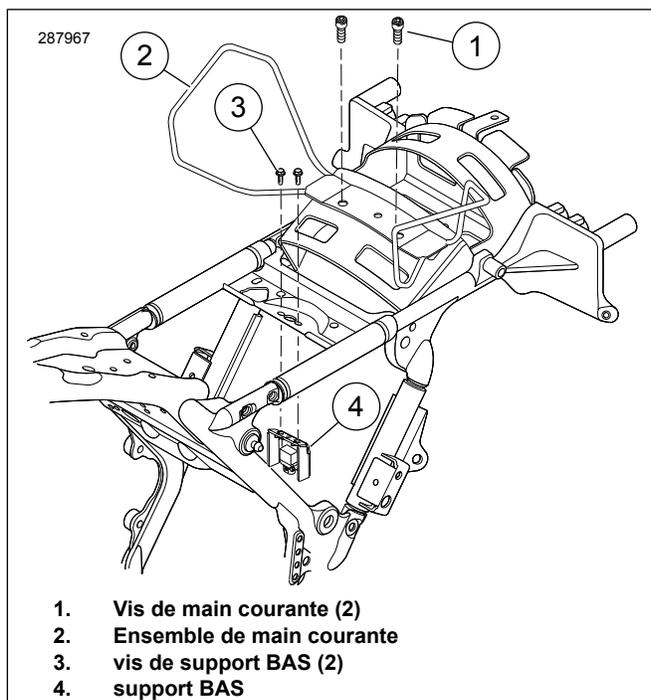

Figure 2. Retirez les vis du BAS (capteur d'angle d'inclinaison)
2. **Modèles avec mains courantes** : Voir la Figure 2. En laissant l'ensemble de main courante (2) en place, retirez les vis de la main courante (1) et jetez le matériel.
6. **Modèles 2009 à 2018** : Retirez les Capteur d'angle d'inclinaison (BAS) vis de support (3) et jetez le matériel.